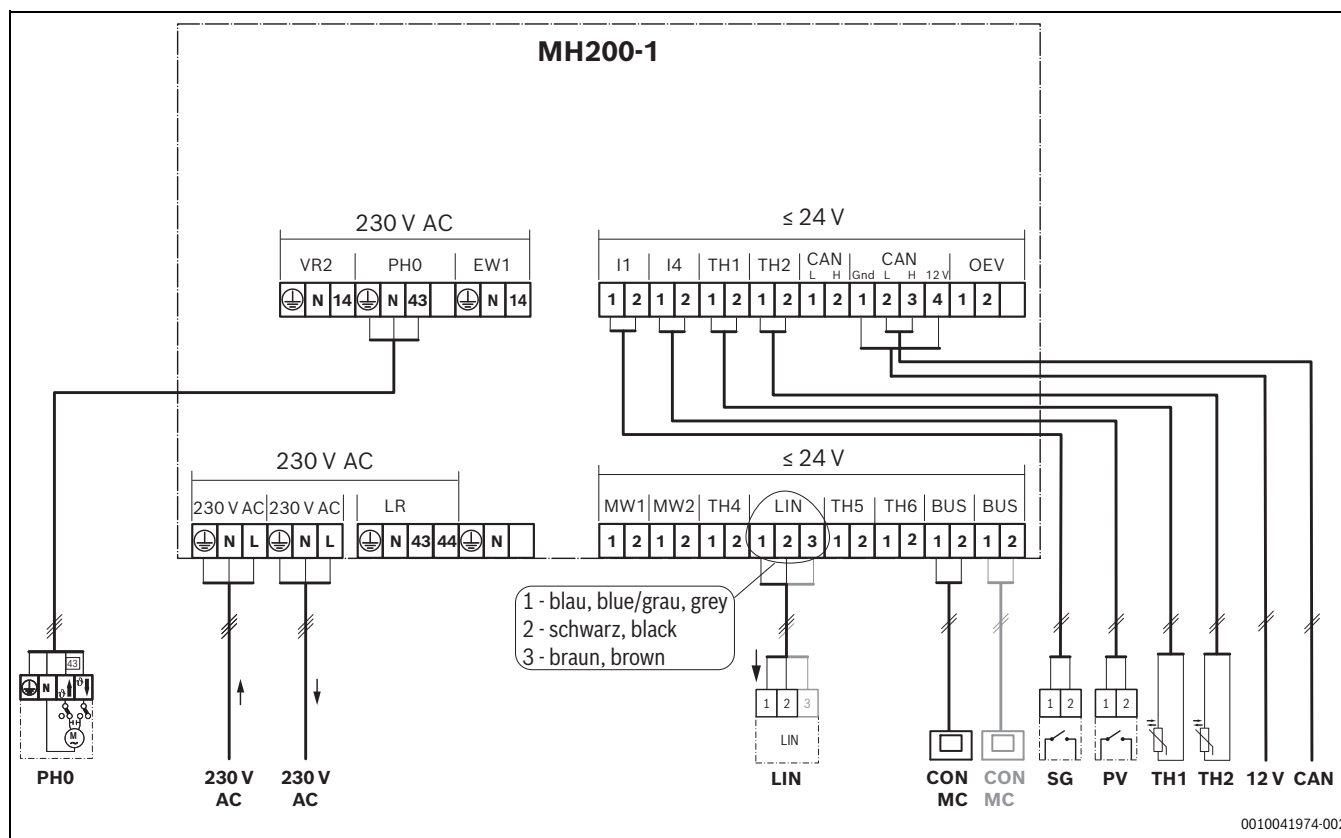

Bild 25 Überblick Anschlussklemmenbelegung
- Sicherstellen, dass die Kabel an den entsprechend markierten Anschlüssen des Moduls angeschlossen sind (→ Bild 25).
Legende zu Bild 25 und zu den Tabellen 4 und 5):